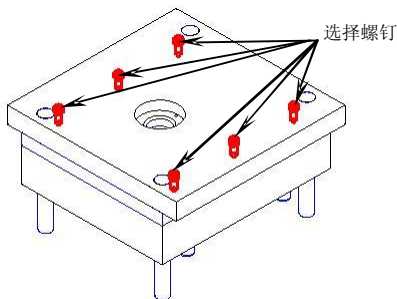
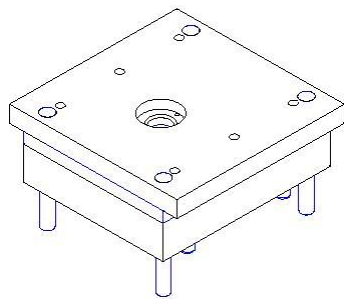

图7-119
图7-120
2. 选择图 7-119 所示的 6 颗螺钉，单击 **MB3** 在弹出的快捷菜单中选择【删除】选项，弹出【Delete】对话框，然后单击 **OK** 按钮删除螺钉，如图 7-120 所示。